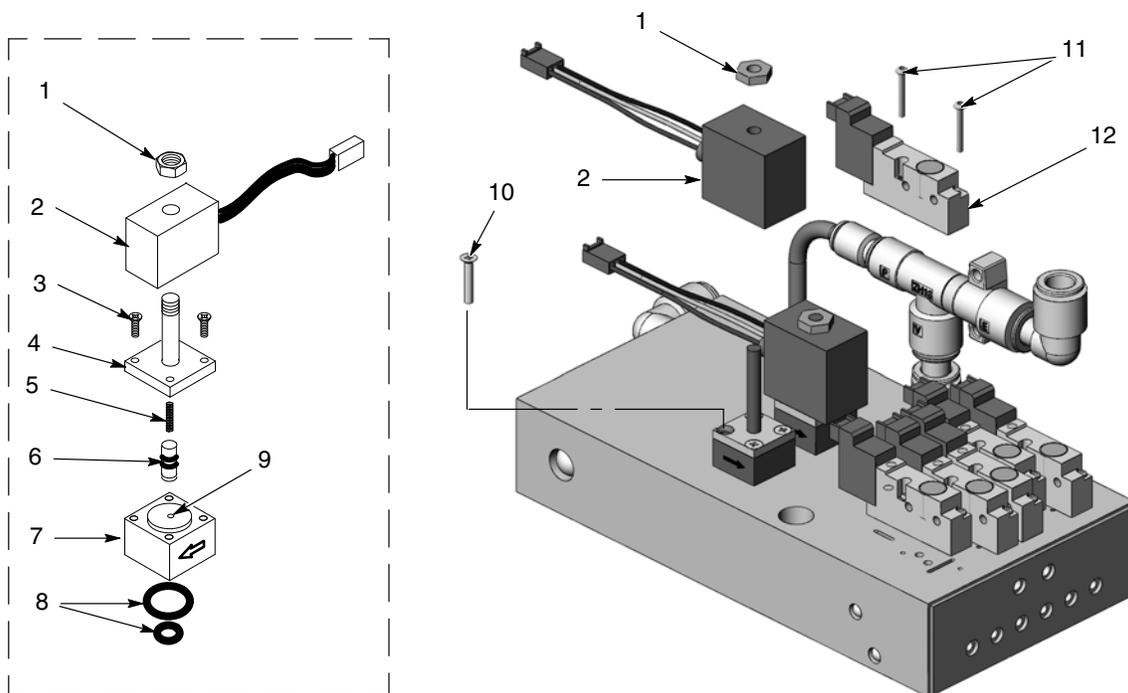

Figura 6-1 Repararea colectorului
1. A se vedea Figura 6-1. Scoateți piulița (1) și bobina (2) de pe supapa de control al debitului.
2. Scoateți cele două șuruburi lungi (10) pentru a demonta supapa de control al debitului de la colector.
A se vedea Figura 6-1. Demontați supapa prin demontarea piuliței (1), bobinei (2) și a șuruburilor lungi (10).
A se vedea Figura 6-1. Pentru a demonta supapele electromagnetice, scoateți cele două șuruburi (11) din corpul supapei și ridicați supapa electromagnetică (12) din colector.